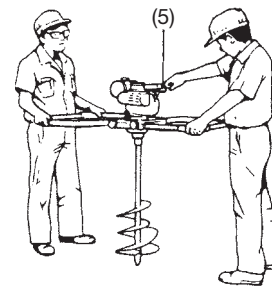

Fig. 5
- 5) De bediener die aan de kant van de starter staat, trekt met een korte ruk aan de trekstarter en zorgt ervoor dat hij de starter goed in zijn hand houdt, zodat hij niet plotseling terug kan schieten. (Fig 5)